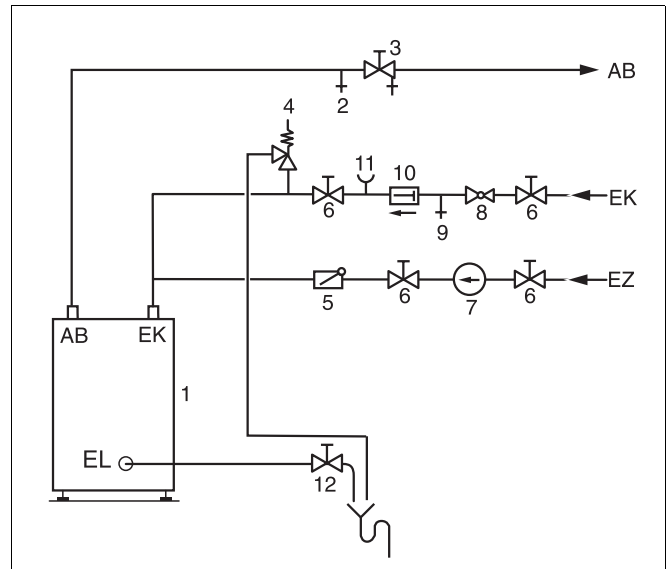

Abb. 6 Installation (Prinzipabbildung)
Installation und Ausrüstung der Wasserleitungen nach landesspezifischen Normen und Richtlinien (Abb. 6).
- Be- und Entlüftungsventil (Abb. 6, **Pos. 2**) in der Warmwasserleitung vor Absperrventil (Abb. 6, **Pos. 3**) einbauen.
- Am Sicherheitsventil (Abb. 6, **Pos. 4**) ist ein Hinweisschild mit folgender Aufschrift anzubringen: „Ausblaseleitung nicht verschließen. Während der Beheizung kann aus Sicherheitsgründen Wasser austreten.“